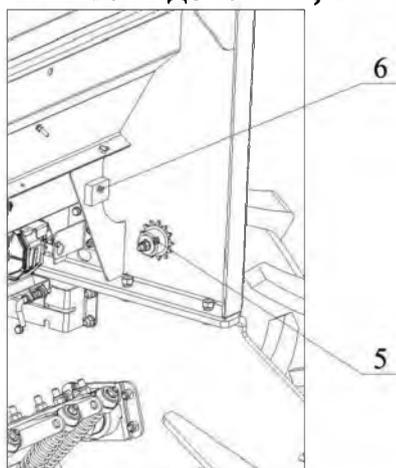

Рисунок 26. 5 – звездочка увеличения нормы высева; 6 – комплект запасных штифтов.
Если нормы высева не достаточно, то для её увеличения необходимо заменить звёздочку в приводе семян (рис.26 поз.5). При этом норма увеличится на 11%. Чтобы определить норму с новой звёздочкой, надо прибавить 11% к числовому значению нормы на графике. Установка звездочки описана в пункте 5.9.
- 4) Заменить звёздочку (7) на звёздочку 5 (рис. 26, 13 зубьев). Повторить в обратной последовательности действия, описанные в п. 1 – 3.